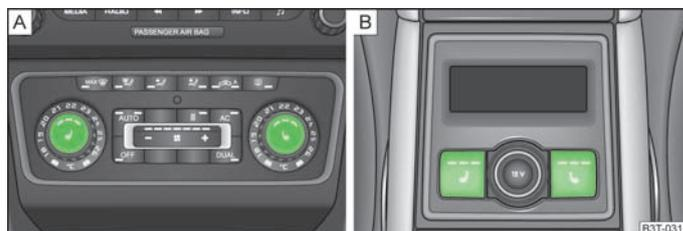

Fig. 57 Regulador do aquecimento dos bancos dianteiros/traseiros
- Ao carregar na parte do regulador onde se encontra o símbolo ou » Fig. 57 - A, pode ligar e regular o aquecimento dos bancos do condutor e do passageiro dianteiro.
- Ao carregar no regulador ou » Fig. 57 - B, pode ligar e regular o aquecimento do banco traseiro esquerdo e/ou direito.